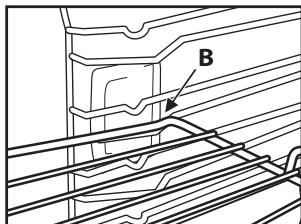

Рис. 2
2. Поставте решітку під кутом, коли вона досягне положення фіксації "В" (Рис. 2).